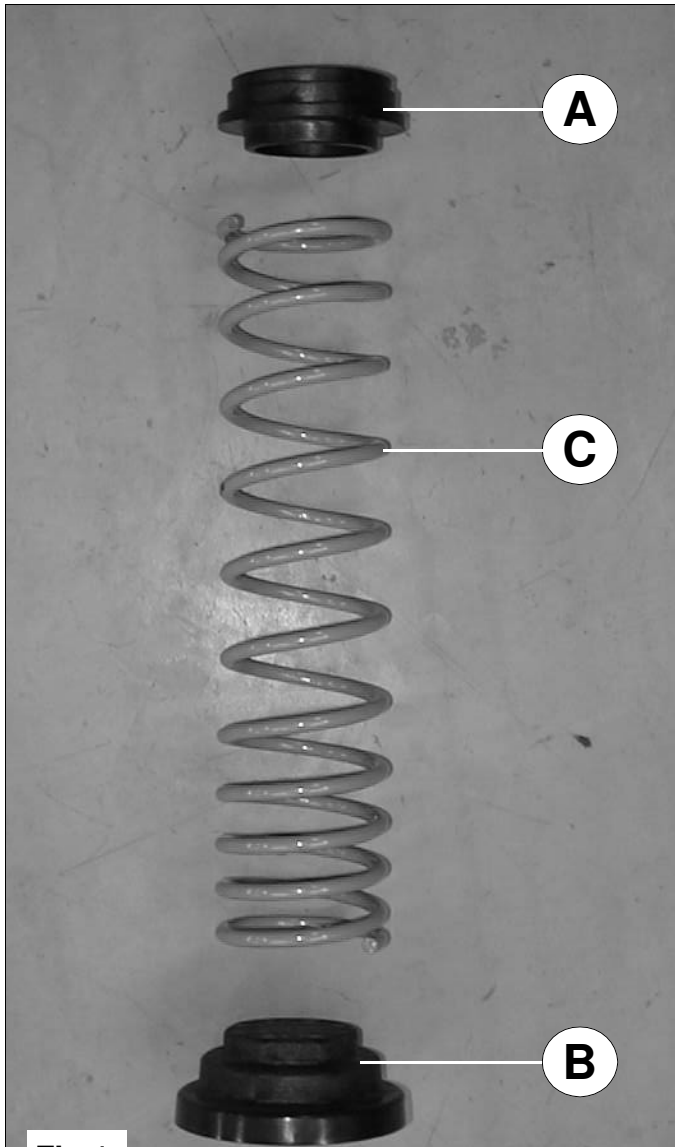

Fig.1
3. Plaats hulpveer **C** op veerschotel **B**, plaats veerschotel **A** op hulpveer **C**. Zie fig. 1.